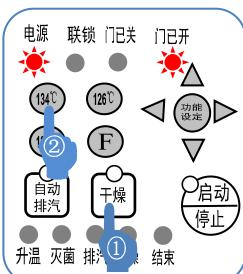

图 12
①放好灭菌物，闭合上盖，将门开关手柄扳至 \blacklozenge 位置，门已关灯亮起，需在“未按启动键”的状态下设定灭菌温度与灭菌时间。
①一键式操作：当用户所需灭菌温度为操作面板上规定的3种灭菌温度中的其中一种，可选用一键式操作模式。
1. 按操作面板上的“干燥”键，再按所需的“灭菌温度”键。图 12